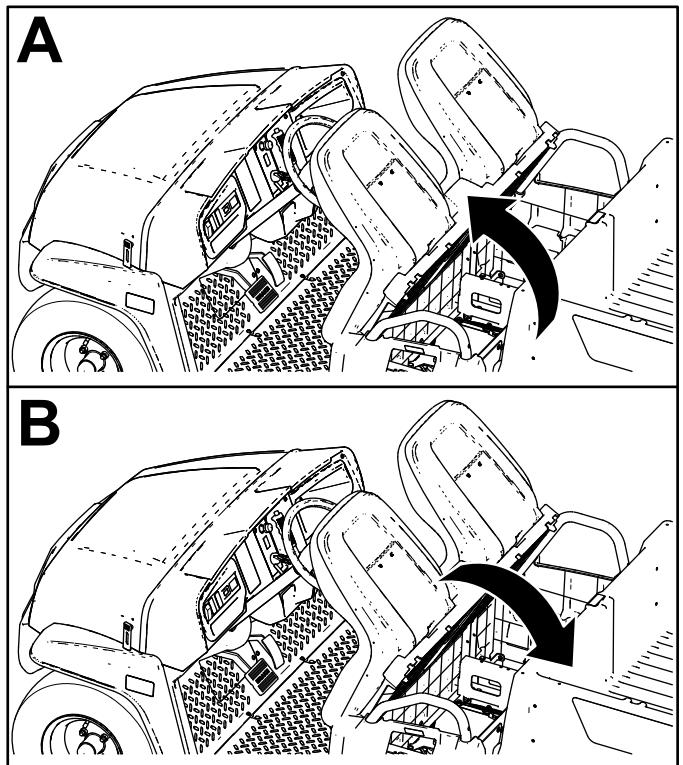

Figura 27
Para elevar o conjunto do banco, empurre o conjunto do banco para a frente até assentá-lo no volante (Figura 27).
Para descer o conjunto do banco, empurre o conjunto do banco para trás até assentá-lo na sua posição original (Figura 27).
1. Empurre o conjunto do banco para a frente para aceder à posição levantada (Figura 27).